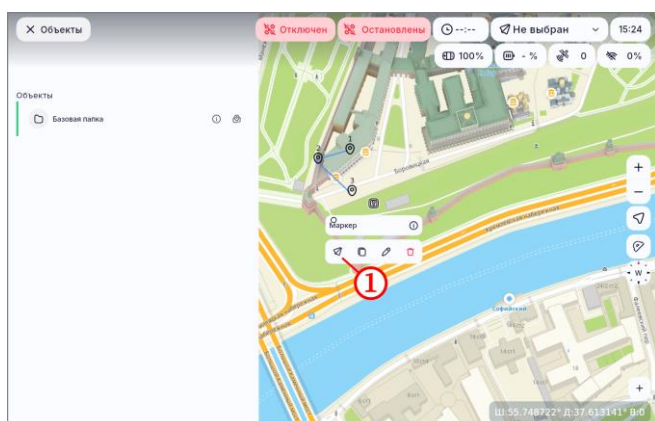

Рисунок 77
- на всплывающем меню нажать на пиктограмму  (рисунок 77, шаг 1);